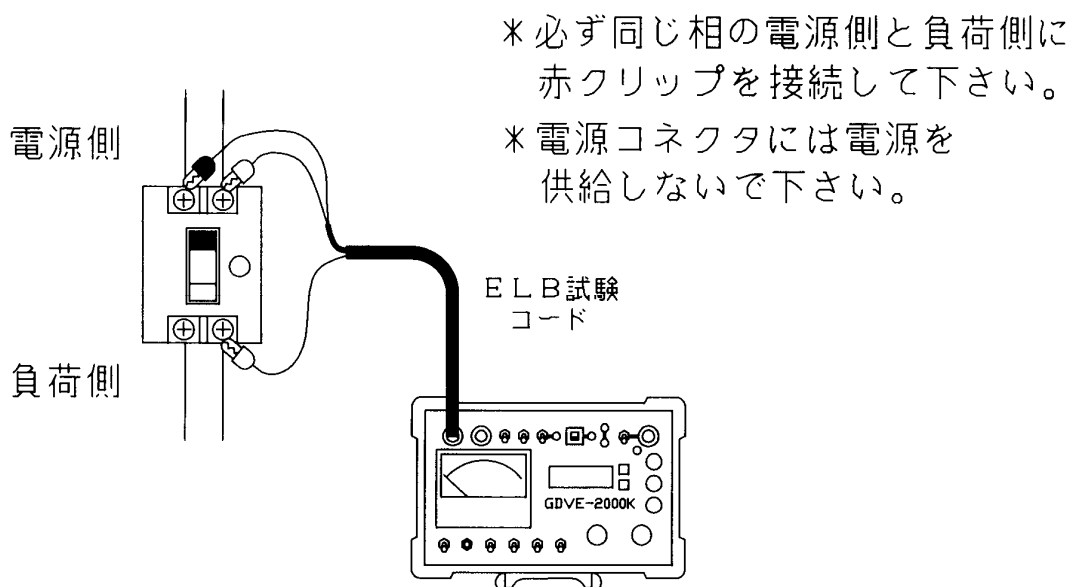

図10：試験回路図—单相2線式の場合
3. 以上のような点を注意し、試験回路を構成します。(図10、11)